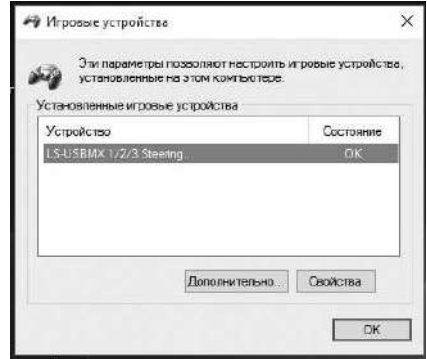

Fig. 5
• In «control panel» menu, then click on «devices and printers», icon, in the window that opens, select «LS-USBMX 1/2/3 Steering Wheel W/Vibration», shortcut, right-click on «Game controllers settings» (Fig. 5).